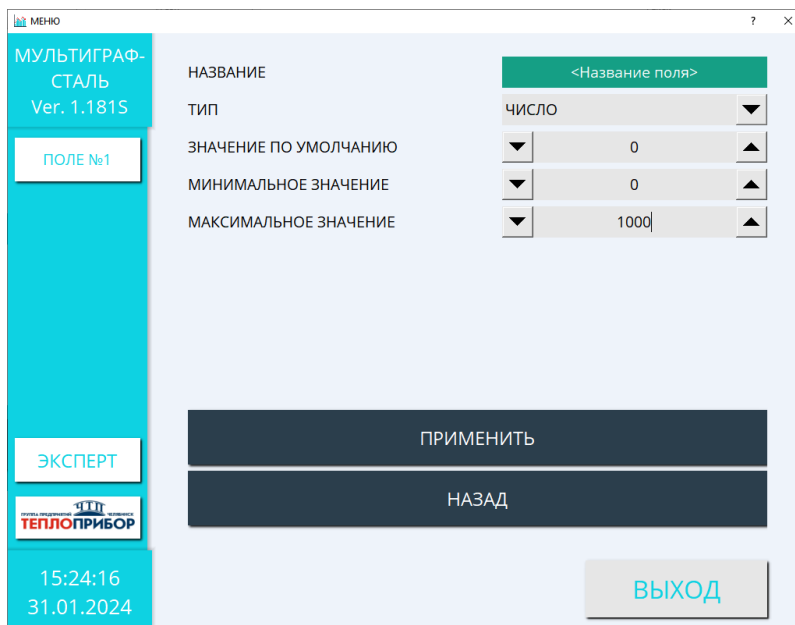

Рисунок 2.17 – Параметры настройки числового поля
- 4) «ЧИСЛО» - числовое поле (рис. 2.17). Вводимое значение должно быть целым, беззнаковым.